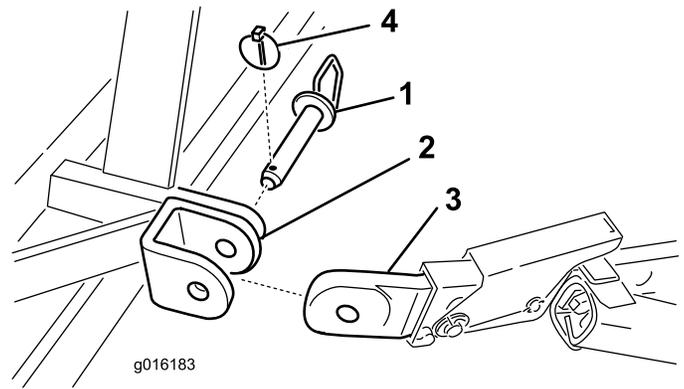

Figura 4
- Fissate i bracci di collegamento inferiori alle staffe di montaggio dell'arieggiatore con i perni di traino e gli acciarini (Figura 4).